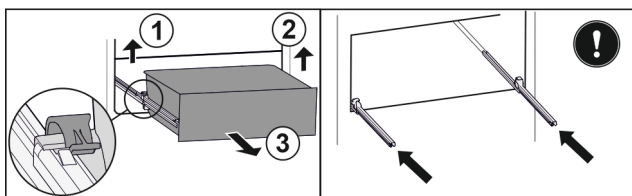

Fig. 109
- ▶ Podnieść lewy zacisk i wysunąć jednocześnie szufladę po lewej do przodu. Fig. 109 (1)
- ▶ Podnieść prawy zacisk i wysunąć jednocześnie szufladę po prawej do przodu. Fig. 109 (2)
- ▶ Wyjąć szufladę do przodu. Fig. 109 (3)